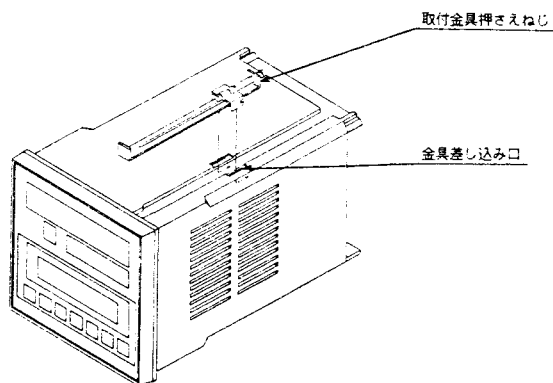

図 1
- ① パネルカット寸法を参照して、パネルに取り付ける台数分の角穴をあけてください。
- ② 本計器をパネル前面より挿入します。
- ③ 金具差し込み口に取付金具を入れます。(図1)
- ④ 取付金具押さえねじを取付金具のうしろからプラス(+)のドライバーで締め付けて終了です。